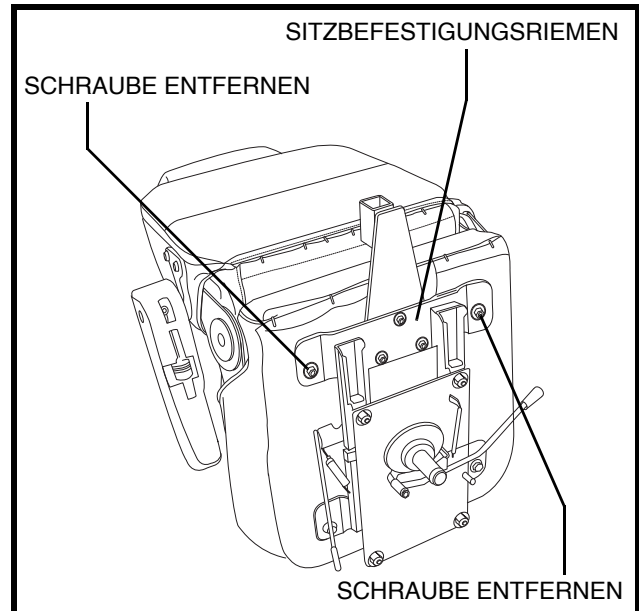

Abb. 20. Einbau des Rückhaltegurtes
Ihr Elektromobil ist mit einem KFZ-typischen Rückhaltegurt ausgestattet, der dem Benutzer angepaßt werden kann. **Siehe Abb. 20.** Der Rückhaltegurt wurde konzipiert, um ein Auf- oder Abwärtsrutschen des Fahrers zu verhindern. Der Rückhaltegurt ist nicht als Rückhaltesystem entwickelt worden.
2. Sitz umdrehen, um die Unterseite einzusehen. **Siehe Abb. 20.**